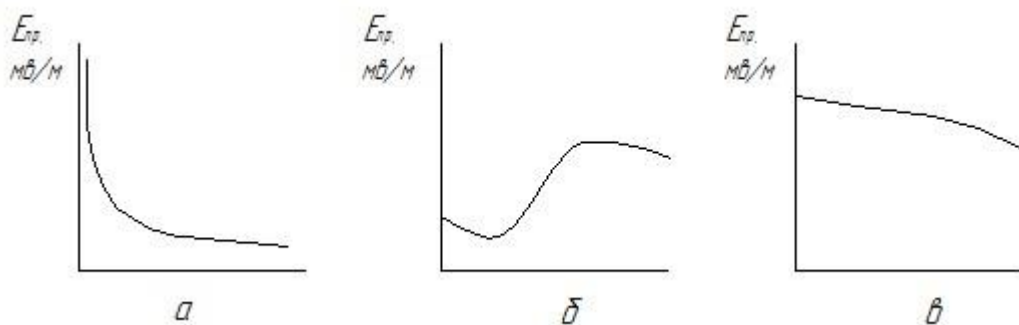

Рис. 1.1
Вопрос 1.2. На рис. 1.1 приведены зависимости электрической прочности $E_{пр}$ трансформаторного масла от ряда факторов. Какой рисунок отражает зависимость $E_{пр}$ от содержания воды в масле?
1. Рис. 1.1, а.
2. Рис. 1.1, б. 3.
- Рис. 1.1, в.